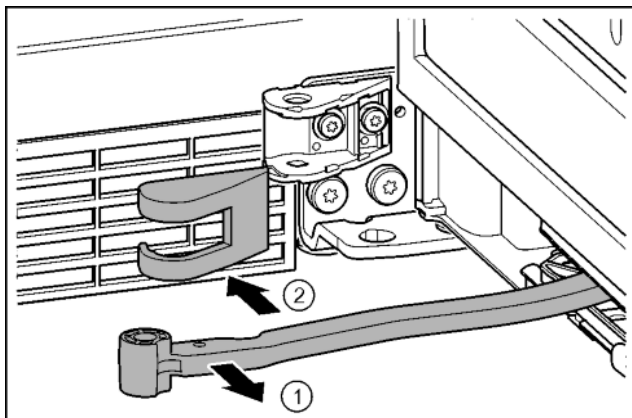

Fig. 16
- Ruotare lo snodo in direzione della porta. Fig. 16 (1)
- Rimuovere la copertura del blocco di supporto. Fig. 16 (2)